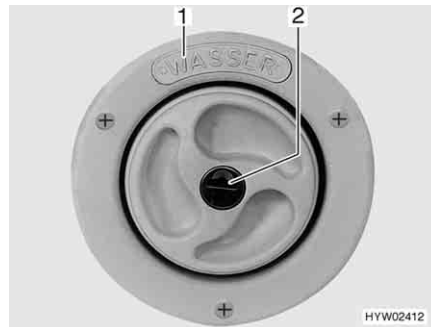
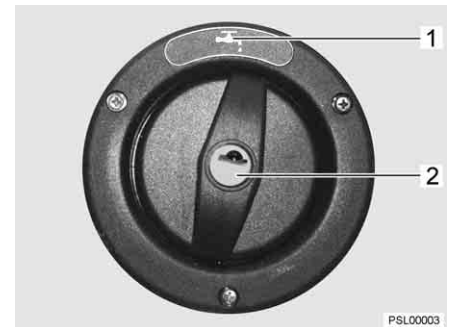

Fig. 53 Couvercle de fermeture pour bec de remplissage d'eau potable
Fig. 54 Couvercle de fermeture pour bec de remplissage d'eau potable (alternative)
- ▷ Le bec de remplissage d'eau potable porte l'inscription "WASSER" (eau) (Fig. 53,1) ou le symbole "☞" (Fig. 54,1).
- Insérer la clé dans le barillet (Fig. 53,2 ou Fig. 54,2) et la tourner dans le sens inverse des aiguilles d'une montre.